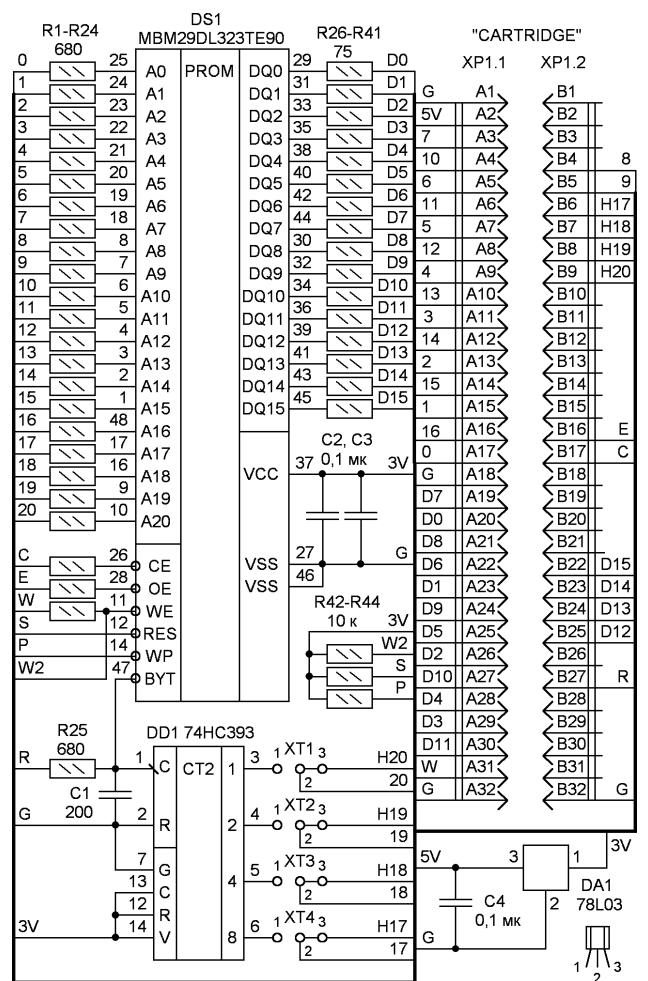

Рис. 7
**Электрическая схема многоразового картриджа (рис. 7)** содержит FLASH-ПЗУ DS1 емкостью 32М, двоичный счетчик DD1, стабилизатор напряжения 3 В DA1. Разъем XP1 состоит из двух конструктивных ламелей с одной и с другой стороны печатной платы, которые вставляются в слот MD2 или в розетку XS1 программатора. Режимы работы задаются джамперными перемычками XT1-XT4 согласно табл. 2. На синхровход